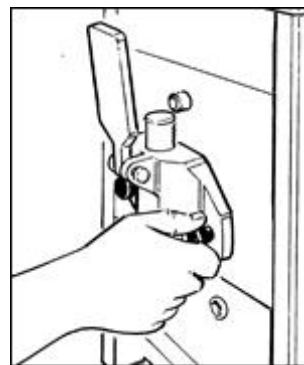

Fig. 23
- Dopo aver rimontato correttamente la flangia, serrare completamente le manopole di sicurezza (Fig. 23).